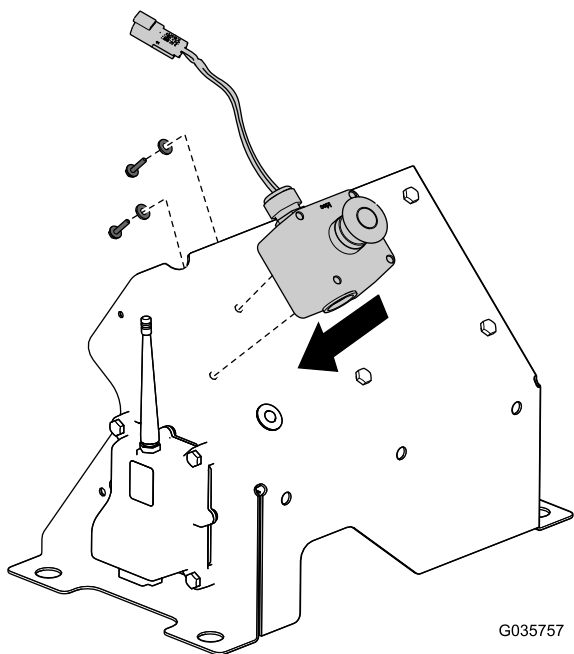

Figura 13
13. Instale el conjunto del botón de parada de emergencia que retiró anteriormente sobre la cubierta (Figura 13).